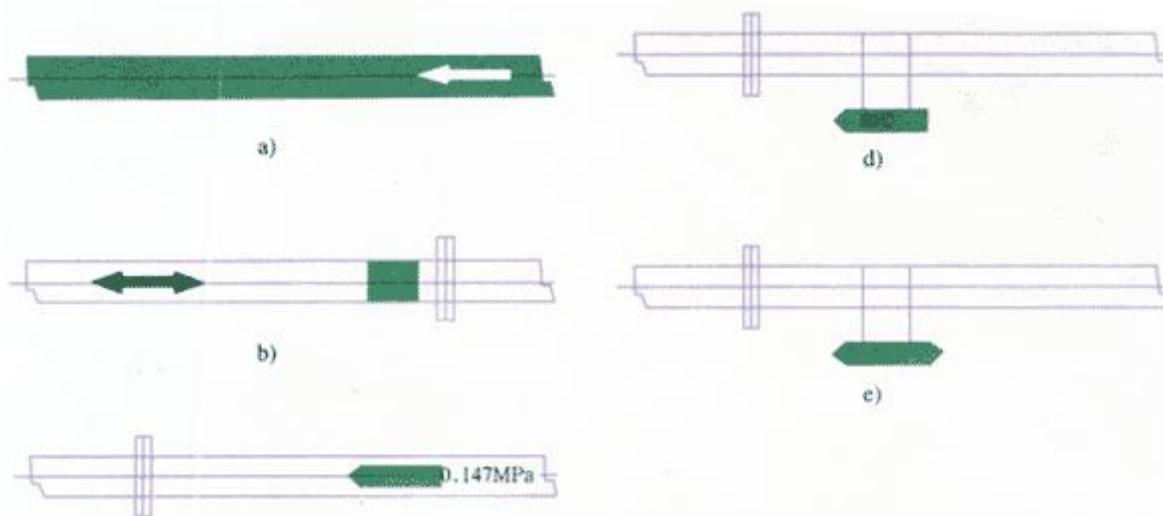

图 A1
a) 工业管道内物质的流向用箭头表示(见附录 A 图 A1 中的 a) 图), 如果管道内物质的流向是双向的, 则以双向箭头表示(见附录 A 图 A1 中的 b) 图)。
b) 当基本识别色的标识方法采用 4.2 中 d) 和 e) 时, 则标牌的指向就作为表示管道内的物质流向(见附录 A 图 A1 中的 c) 和 d) 图), 如果管道内物质流向是双向的, 则标牌指向应做成双向的(见附录 A 图 A1 中的 e) 图)。
A1 基本识别色和流向、压力、温度等标识方法参考图（图 A1）